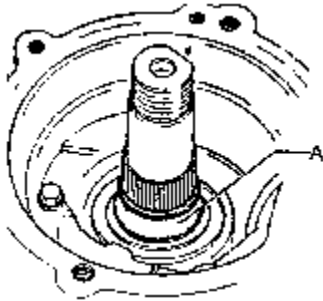

图 7-172 装入传动小齿轮轴 (A-装配套筒)
(1) 装入传动小齿轮轴。传动小齿轮的装配如图 7-172 所示。